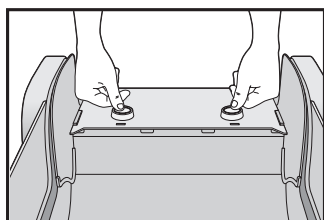

Fig. 10
- Presione las dos guías de la tapa del compartimento de los desperdicios (Fig. 10). (Desenganche la tapa del recipiente desechable de la cubierta del compartimento de los desperdicios.)